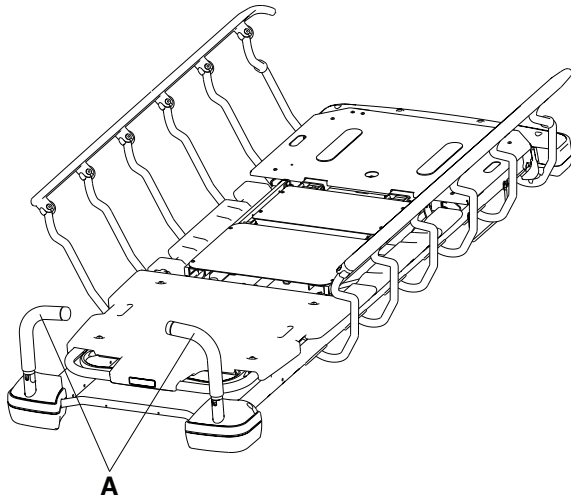

Рисунок 11 – Изменение положения ручек для толкания головного конца
1. Поверните ручки (A) вверх от головного конца изделия (Рисунок 11).